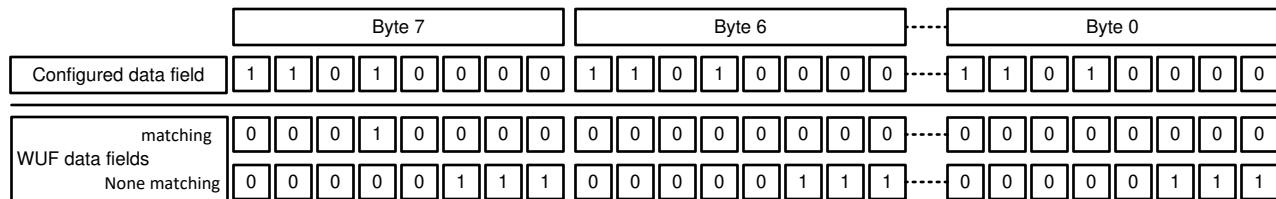

図 8-25. WUF のデータ フィールド検証の例
データマスクビットによってデータマスクが有効化されている場合、受信フレームのデータは設定されたデータと一致している必要があります。具体的には、受信フレームのデータフィールド内にある論理 High (1) のビットのうち、少なくとも 1 つが設定済みデータのデータフィールド内の論理 High (1) ビットと一致している必要があります。関連するビット位置は、8'h39 ~ 8'h40 の構成されたデータによって決定され、8'h38[0] のデータマスクイネーブルによってイネーブルされます。図 8-25 に、マッチングするデータとマッチングしないデータの例を示します